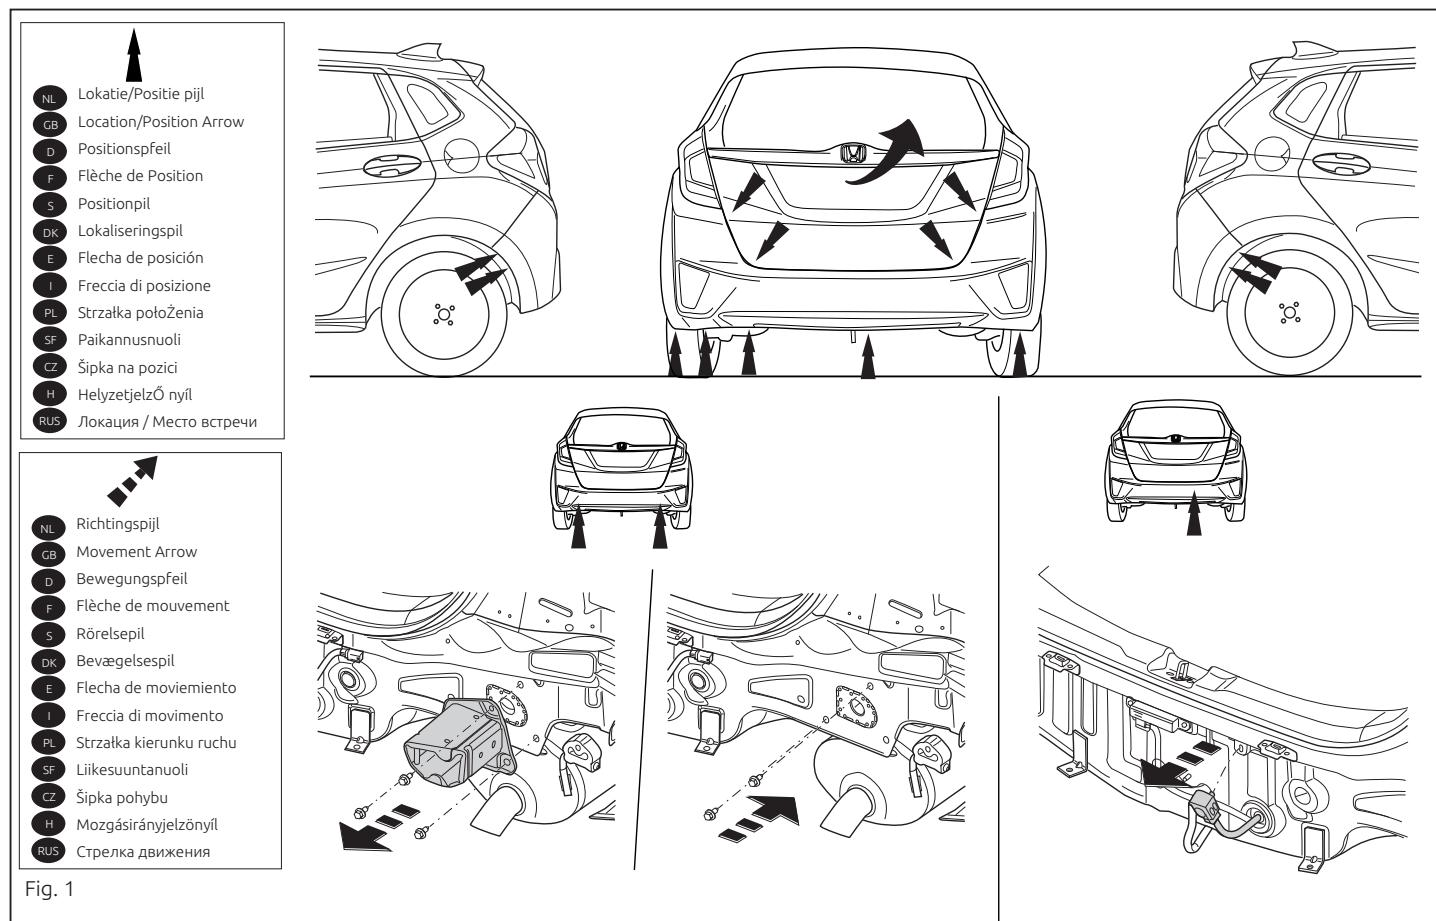

Fig. 1
1. Die Stoßstange abmontieren. Siehe Abbildung 1.
2. Die in Abbildung 1 angegebenen Teile abmontieren.
3. Achtung, wenn vorhanden: Den Sensor abmontieren. Siehe Abbildung 1.
3. Atténuer, si présent : Démonter le capteur. Voir la figure 1.
2. Démonter les pièces individuelles sur la figure 1.
1. Démonter le pare-chocs. Voir la figure 1.
3. Pas evenhælt på: Demontér sensoren. Se fig. 1.
1. Demontér kofangeren. Se fig. 1.